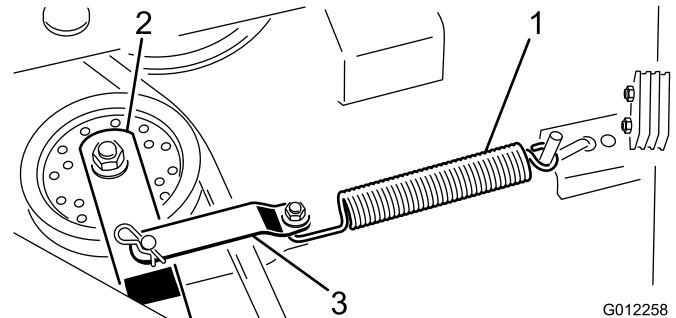

Figura 22
2. Desenganche el muelle del brazo de la polea tensora soporte para aliviar la tensión de la correa (Figura 22). Retire el pasador y la chaveta que fijan el soporte del brazo tensor al brazo tensor.
7. Instale el soporte del brazo tensor en el brazo tensor con el pasador y la chaveta (Figura 22). Enganche el muelle en el soporte del brazo tensor. Para asegurarse de que la correa de transmisión tiene la tensión correcta, el muelle debe extenderse a una longitud de aproximadamente 18 cm. Si el muelle no se extiende a esta longitud, reposicione la varilla del muelle en otro taladro más alejado de la correa.